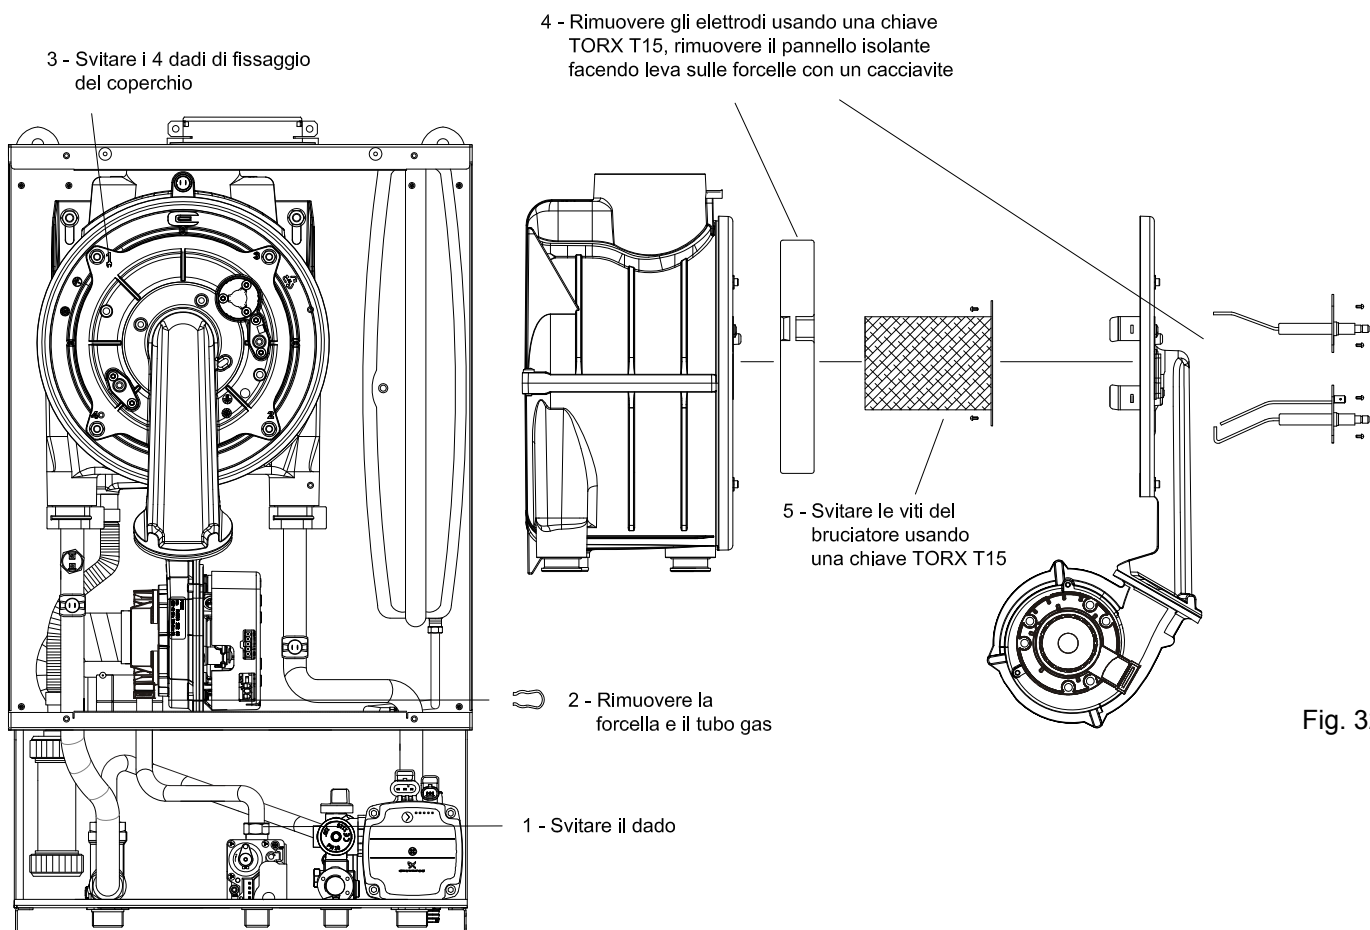

Fig. 32
7.6 - SOSTITUZIONE BRUCIATORE (Fig. 32)